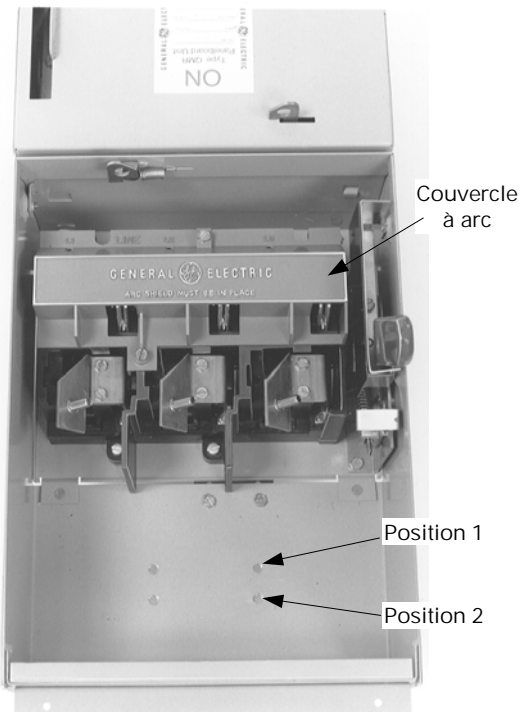
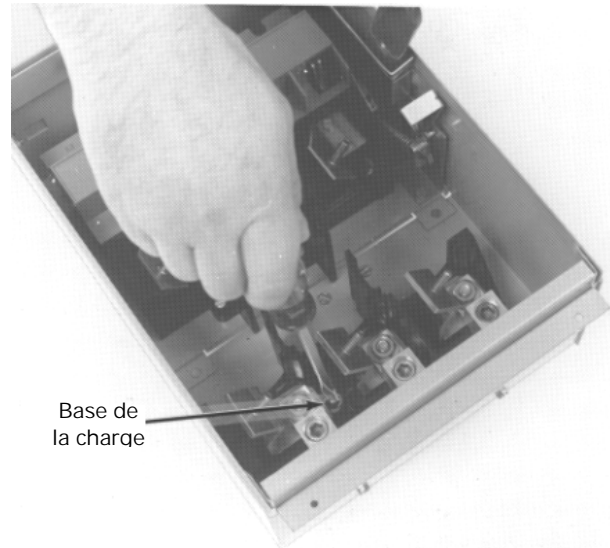
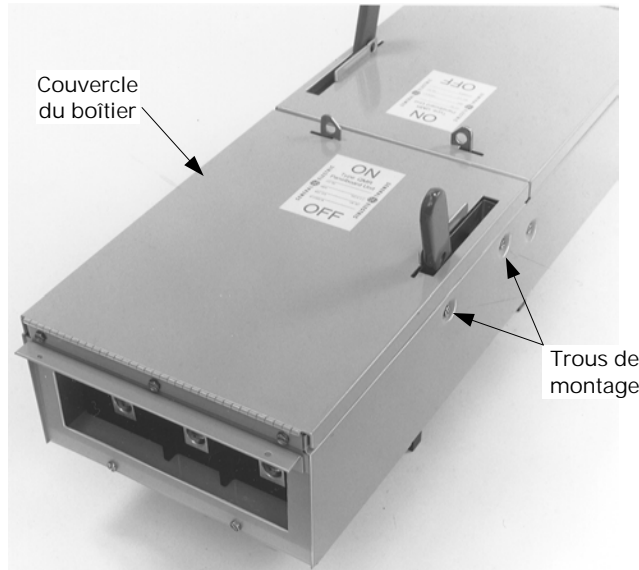

Figure 5. Pour remplacer le couvercle à arc.
Figure 6. Installation de la base de la charge.
Figure 7. Installation du couvercle sur le boîtier.
Replacer les écrous hexagonaux sur les goujons de la plaque et serrer à 27–32 po-lb. Replacer le couvercle à arc, rouge comme montré à la Figure 5, et serrer les vis à 12–15 lb.-po.
5. **Installer la base de la charge.** Installer la base de la charge dans le boîtier, comme montré à la Figure 6. La position dépend du type de fusible, comme illustré à la Figure 5 et listé à la Table 1. Serrer les vis de montage à 40–50 lb.-po. Pour un fusible de type J, installer une barrière à fusible, comme montré à la Figure 7, et serrer les vis de montage à 27–32 lb.-po.